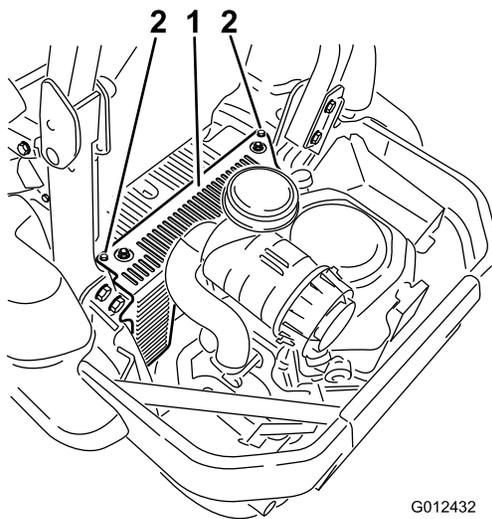

Bild 53
3. Entfernen Sie die zwei Schrauben, mit denen die Haube der Hydraulikanlage befestigt ist (Bild 53). Jetzt ist die vordere Zündkerze zugänglich.
5. Setzen Sie die Haube der linken Hydraulikanlage auf (Bild 53).